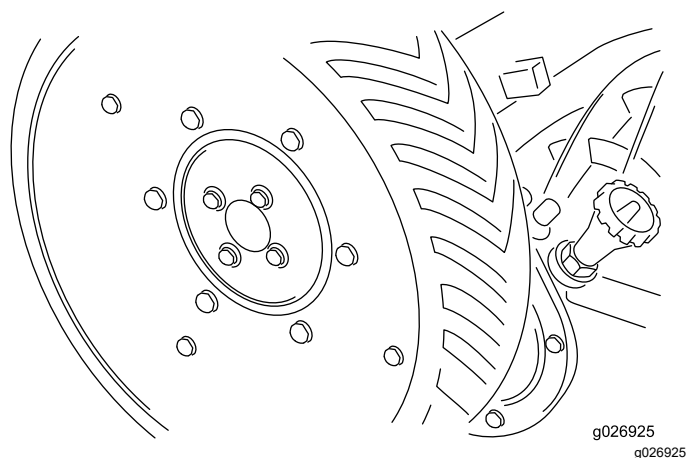

Figura 3
2. Instale as rodas motrizes com os parafusos e as anilhas de bloqueio (Figura 3).